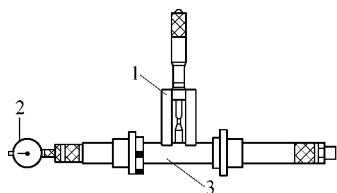

图 4-25 量规和千分表的安装与调整
⑤ 如图 4-25 所示,将调节量规 VW385/30 调整到 $R_0 = 50.70 \text{ mm}$,并装在测量芯棒上,把千分表调到 0 位。